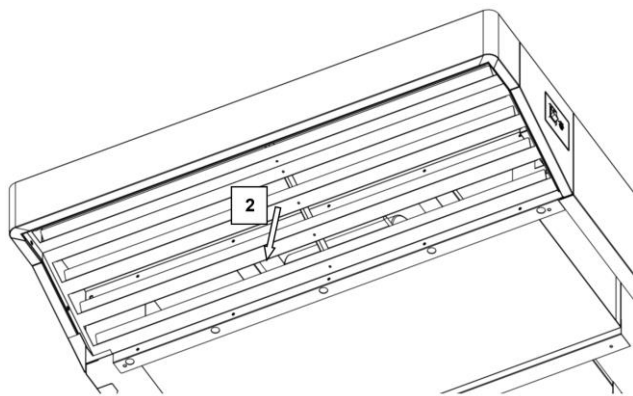

Abb. 4.2
- Lassen Sie den Rost absinken (Abb. 4.2., Teil 2).